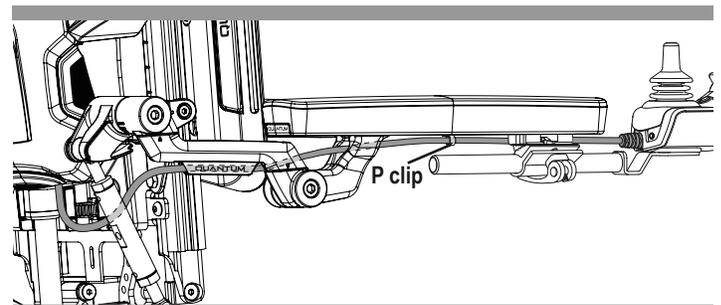

Figure 20. Acheminement du faisceau
6. Acheminer le faisceau du contrôleur à l'arrière de la base motorisée et le fixer avec les clips. **Voir la figure 20.**